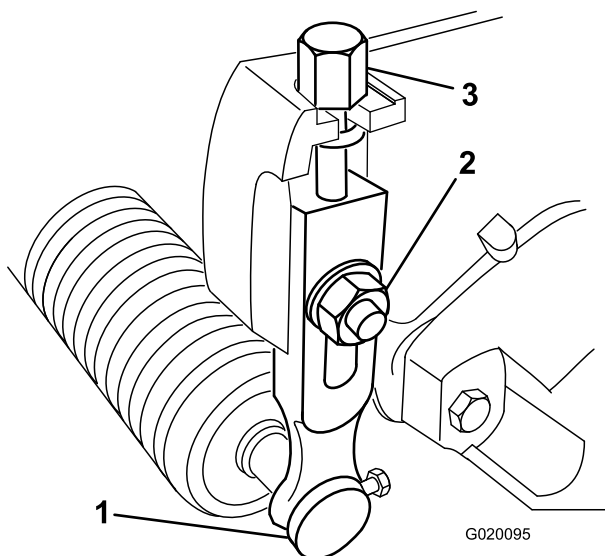

Рисунок 8
- 1. Ослабьте контргайки, которые крепят рычаги регулировки высоты скашивания к боковым пластинам режущего блока (Рисунок 8).